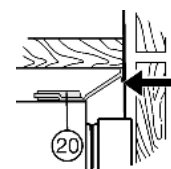

Fig. 16
- ▶ Je-li to nutné, upravte polohu vyrovnávací lišty Fig. 16 (20) posunutím tak, aby byla rovnoběžná s vrchní deskou skříňky. Dbejte na to, aby nevyčnívala.